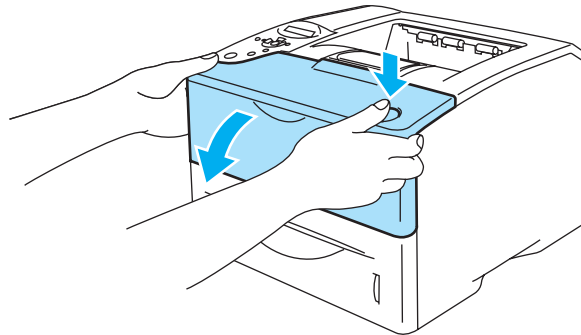

Abbildung 6-17
- Berühren Sie keinesfalls die in Abbildung 6-17 gezeigten Elektroden, sonst kann der Drucker durch statische Elektrizität beschädigt werden!